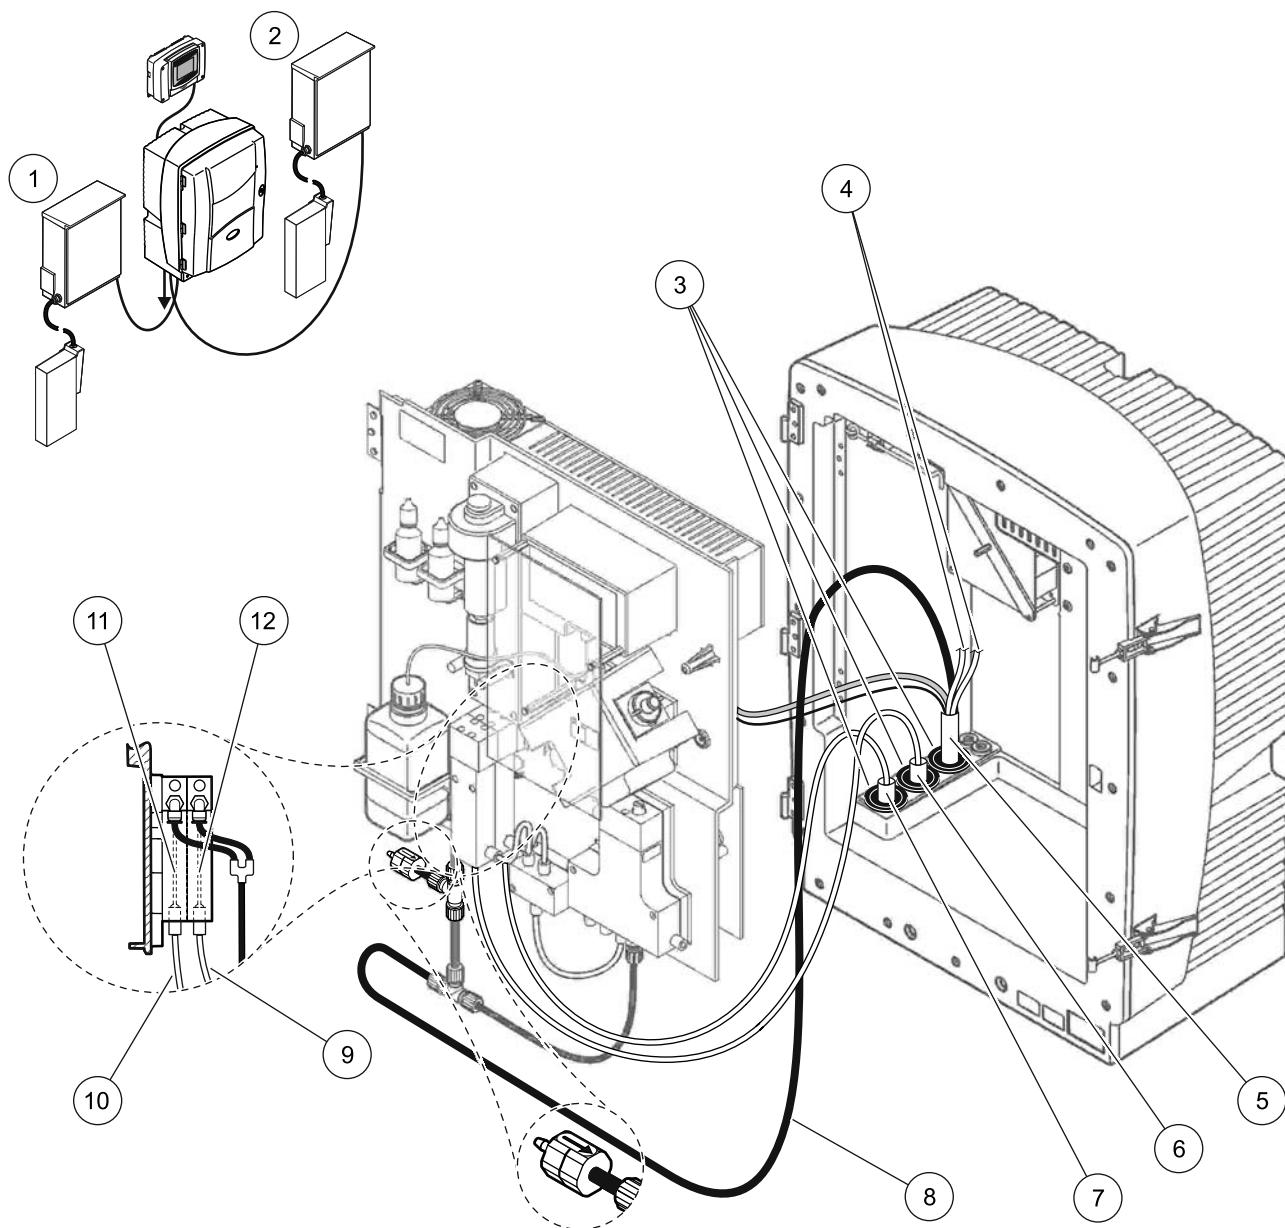

図 33 オプション 5 設定
92 ページの図 33 およびオプション 5 に関する以下の説明を参照してください：
2. 加熱ホースを FILTRAX 1 から分析装置の開口部まで通します (92 ページの図 33、アイテム 7)。シール プラグ #1 を使って固定します。